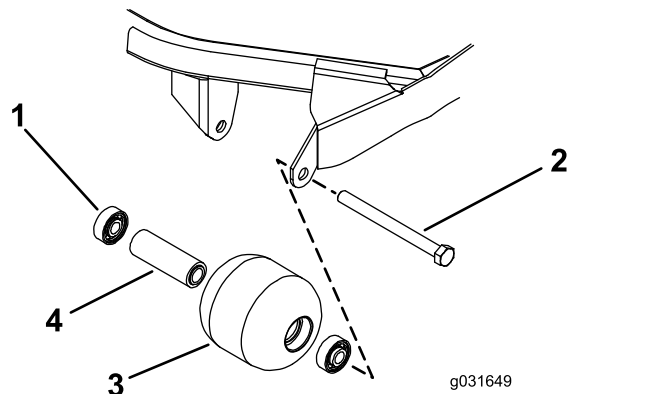

図 69
1. ローラ取り付けボルトを外す **図 69**。
4. ローラハウジング、ベアリング、ベアリングスペーサに破損がないか点検する **図 69**。
1. アウターレースのみを押すか、インナーレースとアウターレースを均等に押すかして、最初のベアリングをローラハウジングに押し込む **図 69**。